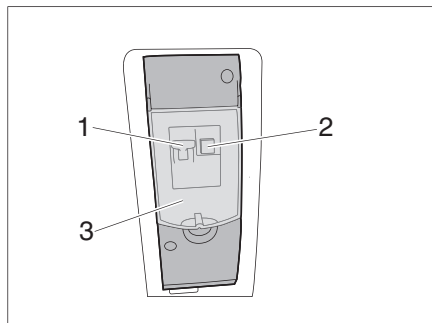

Fig. 80 Interruttore di sicurezza a 230 V
- Aprire lo sportellino (Fig. 80,3).
Il collegamento a 230 V è protetto da un interruttore di sicurezza bipolare (Fig. 80,1).
- ▷ L'interruttore FI (Fig. 80,2) per 230 Volt dovrebbe essere fatto scattare almeno una volta l'anno, in modo che il meccanismo non "si incolli" e il tempo di attivazione non si prolunghi.